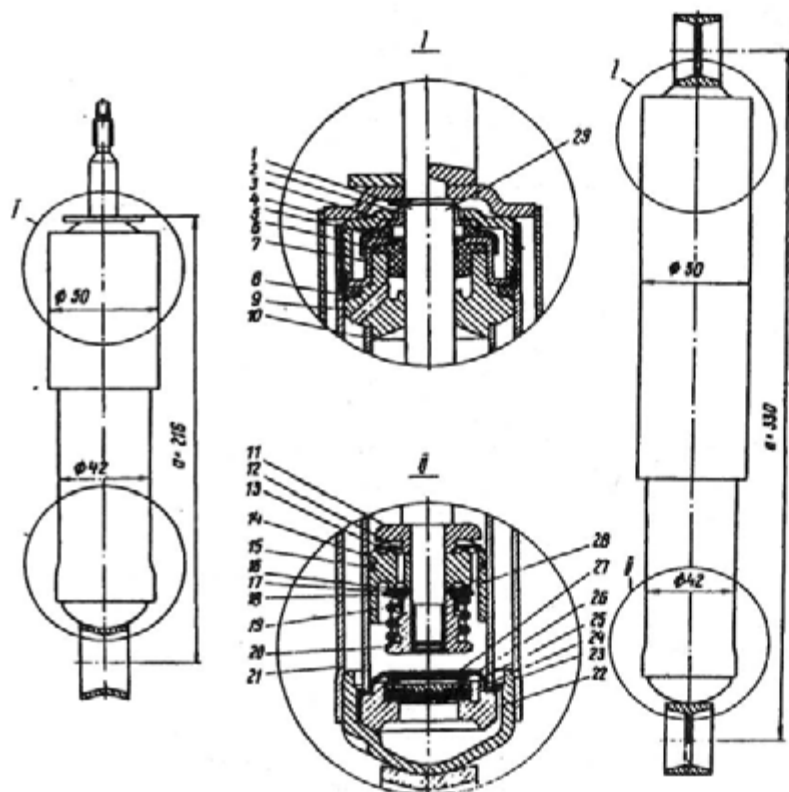
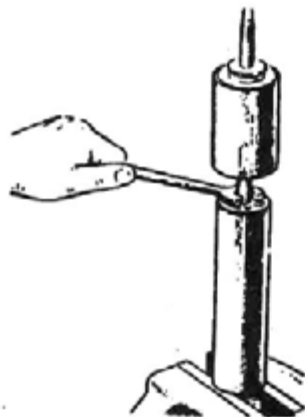
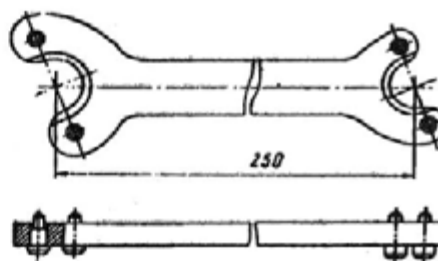

Рис. 198. Амортизаторы подвески (слева — амортизатор передней подвески, справа — амортизатор задней подвески):
Рис. 202. Установка амортизатора в тиски для разборки специальным ключом
Рис. 203. Ключ для отвертывания гайки резервуара амортизатора
Амортизатор состоит из резервуара 21 (рис. 198) рабочего цилиндра 10, внутри которого на штоке 1 или 29 соответственно для переднего и заднего амортизаторов размещен поршень 14 с клапаном отбоя и перепускным клапаном. Поршень имеет уплотнительное кольцо 15.
Попадание воздуха в рабочий цилиндр приводит к нарушению работы амортизатора, поэтому для облегчения выхода воздуха по зазору между штоком 1 (рис. 198) и направляющей 9 нижний торец последней имеет шаровую форму.
1. Установите амортизатор в тиски (рис. 202), вытните за проушину шток поршня вверх и отверните ключом (рис. 203) гайку 3 (рис. 198) резервуара.